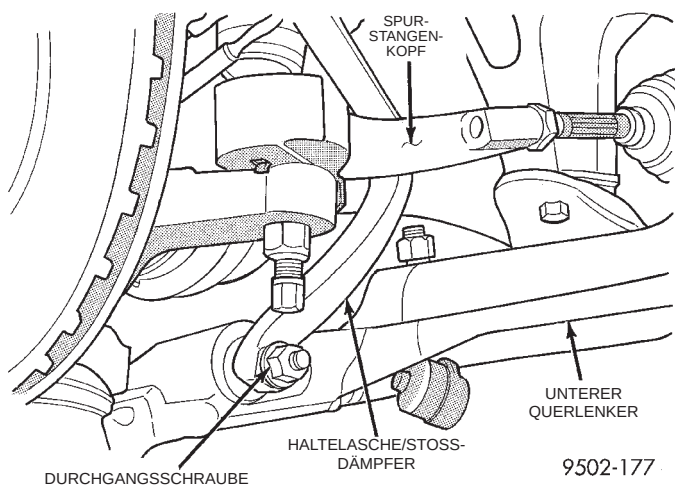
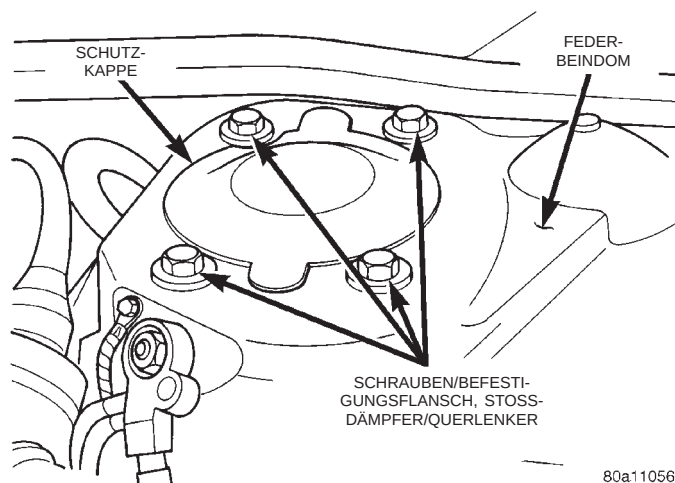

Abb. 7 Befestigungsschraube der Haltelasche am unteren Querlenker
Abb. 8 Befestigung des Stoßdämpfers am Federbeindom
- (9) Die Durchgangsschraube (Abb. 7) lösen, mit der die Haltetasche am unteren Querlenker befestigt ist.
- (10) Die Haltetasche vorsichtig vom Stoßdämpfer lösen. Dazu die Lasche vorsichtig mit einem Messingdurchschlag vom Stoßdämpfer heruntertreiben.
- (11) Die vier Schrauben (Abb. 8) lösen, mit denen der Befestigungsflansch des Stoßdämpfers/Querlenkers am Federbeindom befestigt ist.
- (12) Stoßdämpfer und Befestigungsflansch des oberen Querlenkers zusammen aus dem Fahrzeug ausbauen. Dazu den Stoßdämpfer nach vorn aus dem Radkasten herausnehmen.
(1) Den Stoßdämpfer ohne die Haltelasche in den Federbeindom einsetzen. Dabei die beiden Paßstifte und die vier Befestigungsbohrungen am Befestigungsflansch mit den Bohrungen im Federbeindom ausrichten. Die vier Schrauben für den Befestigungsflansch eindrehen (Abb. 8) und mit einem Anzugsmoment von 95 N·m (70 ft. lbs.) festziehen.
(4) Durchgangsschraube der Haltelasche am unteren Querlenker einbauen (Abb. 7). Die Schraube noch nicht festziehen.